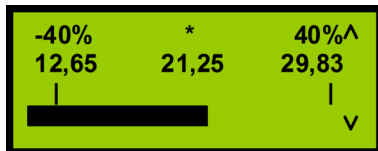
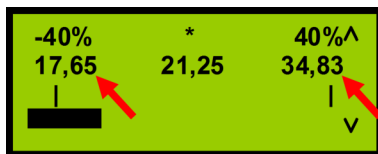

Abb. 62: Einstellung vor manuellem Abgleich (Beispiel)
Abb. 63: Einstellung nach manuellem Abgleich (+5)
**Beispiel:** Siehe Abb. 62 und Abb. 63.